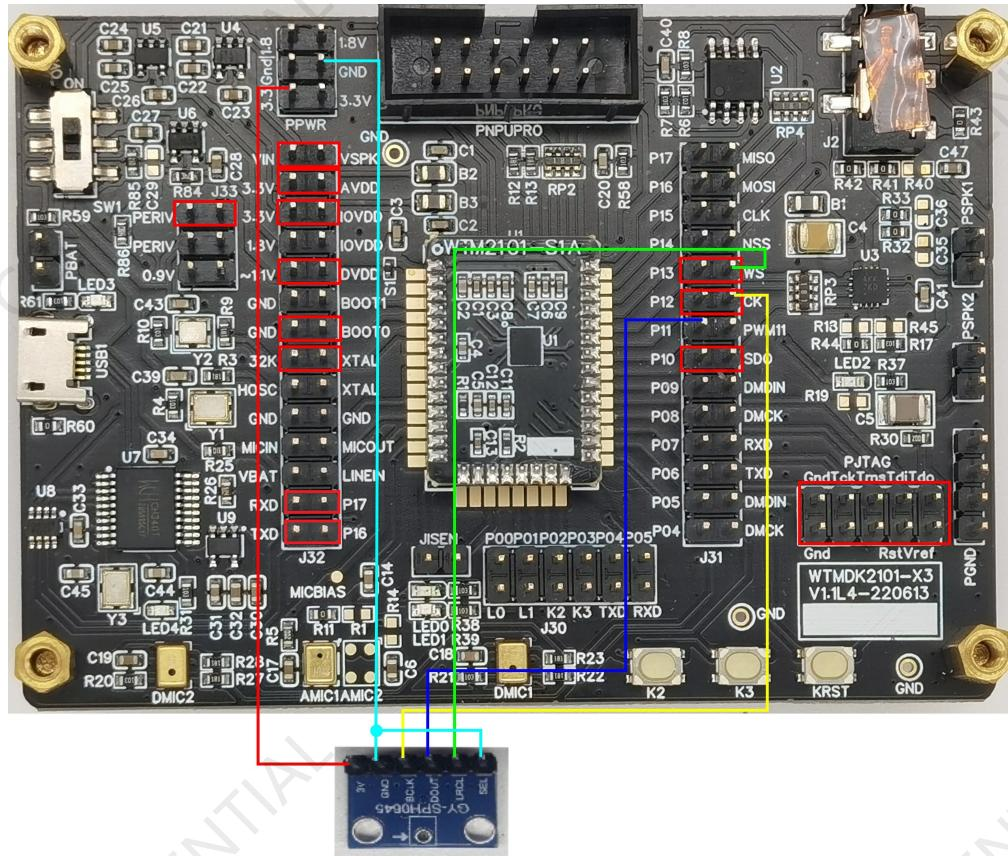

图3. example3 测试接线示意图
• 测试 example3：将X3底板3.3v与GY-SPH0645的3v, GND与GND, GND与SEL相连接，将 X3底板J31排针的P10与SDO连接，将X3底板的P11与GY-SPH0645的DOUT连接，将X3底板J31排针的P12与CK以及GY-SPH0645的BCLK连接，将X3底板J31排针的P13与WS以及GY-SPH0645的LRCLK连接，如图3所示;